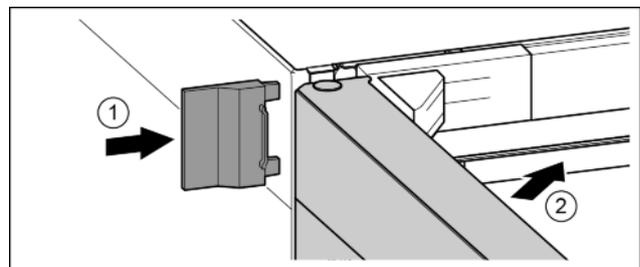

Fig. 19
- ▶ Uzbīdiet ārējo pārsegu. Fig. 19 (1)
- ▶ Aizveriet augšējās durvis. Fig. 19 (2)